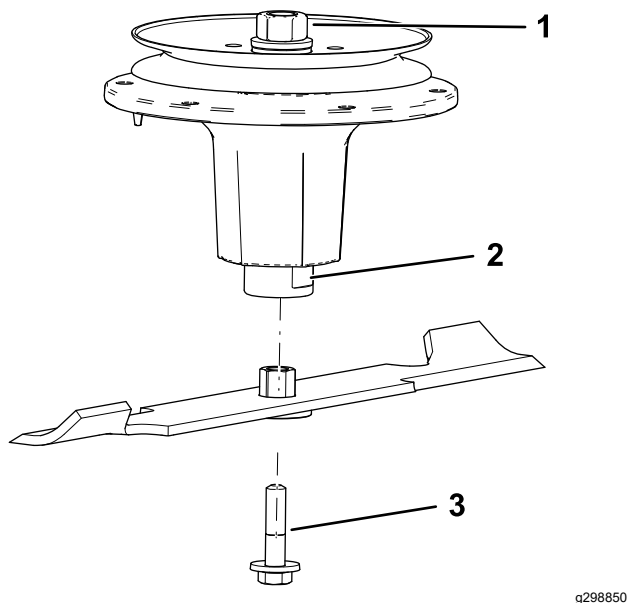

Bild 79
2. Montieren Sie die Buchsen-/Messersbaugruppe auf der Spindelwelle (**Bild 79**).